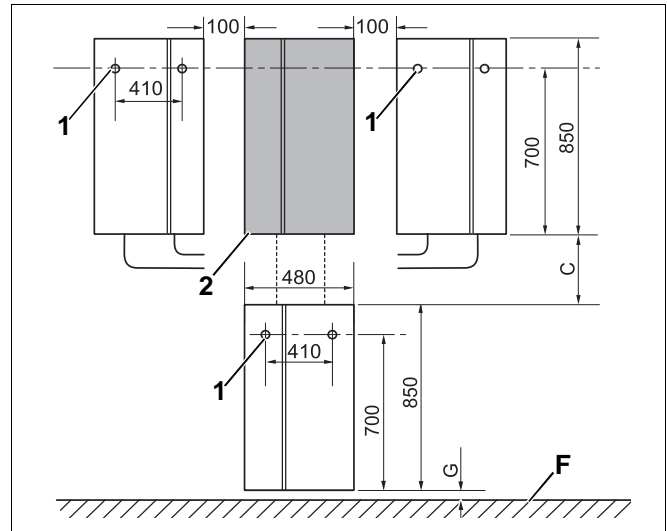

Abb. 4 Aufstellung (Maßskizze)
Die Mindestabstände nach Abb. 4 sind einzuhalten.
Legende für Abb. 4:
- Bei Wandmontage Dübellöcher anzeichnen (Abb. 4).